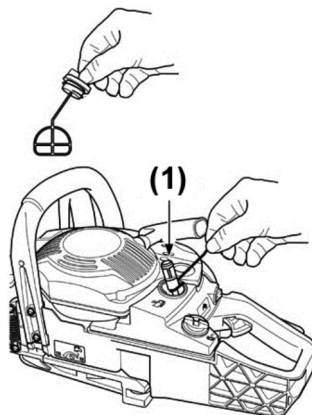

Рис. 17.2
2. Топливный фильтр (рис. 17.2 поз. 1)